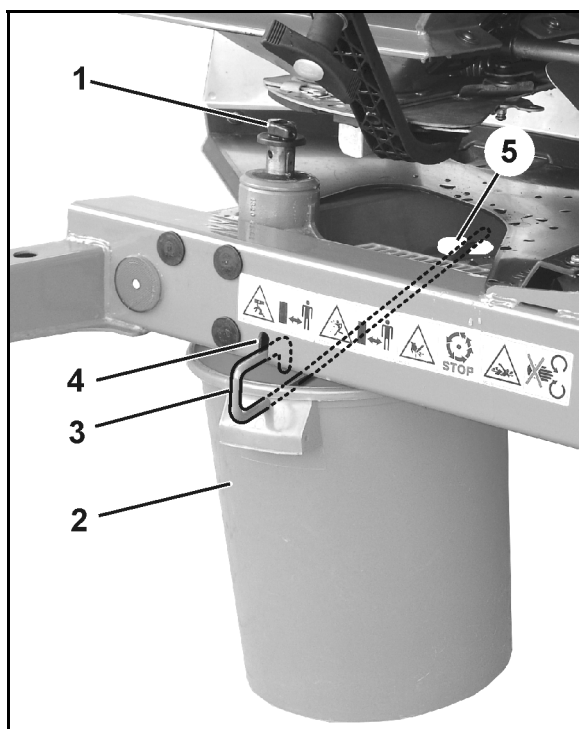

Fig. 49
Svitare la vite ad alette (Fig. 49/1) per il fissaggio del disco spargitore ed estrarre il disco spargitore dall'albero di trasmissione.
2. Servendosi della staffa (Fig. 49/3), agganciare il recipiente di raccolta (Fig. 49/2) ai supporti (Fig. 49/4 e Fig. 49/5) presenti sul telaio.